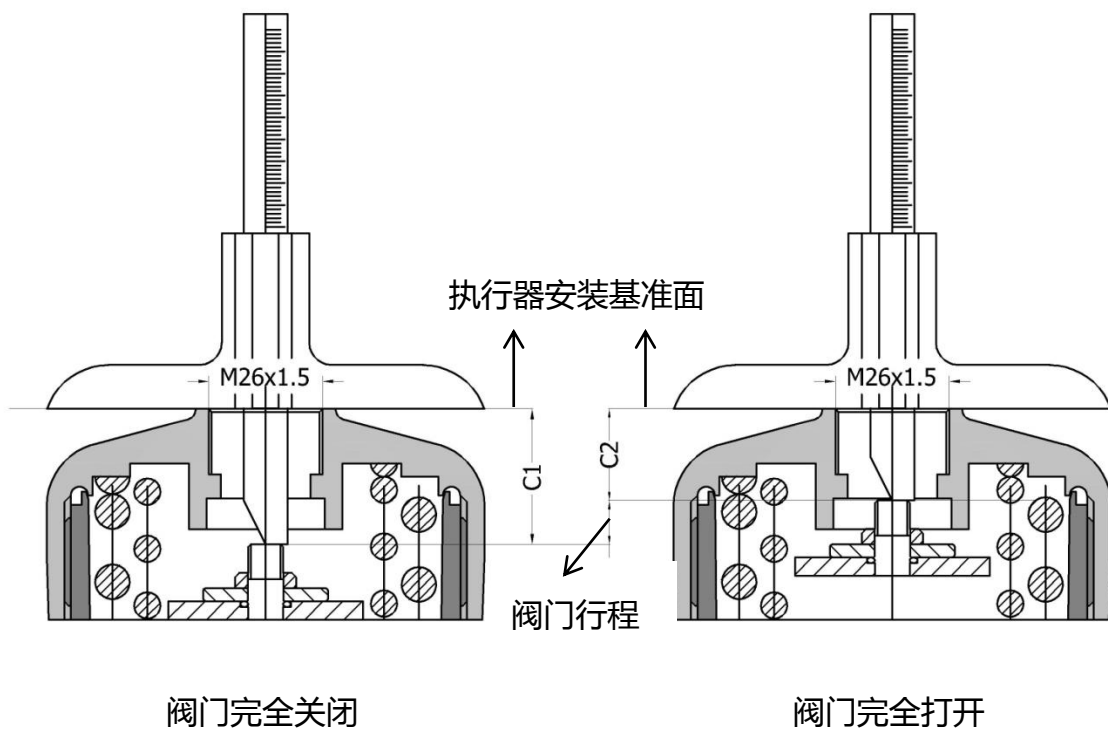

图5. 执行器测量
2. 阀门处于完全关闭和完全打开状态时,用**深度尺**分别测量执行器阀杆顶端到执行器顶部安装基准面的距离 C1 值和 C2 值(图 5 中标注所示)并记录。